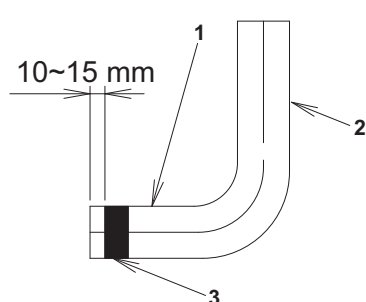

Bild 30
- Använd dräneringsslangen (1), böjen (10) och tätningsmaterialet (stort) (8) som medföljer inomhusenheten som tillbehör.
1. För att förhindra att böjen skadas av metallklämman (2) för uppåtriktad och bakåtriktad rördragning ska du linda vinyltejp runt böjen 2–3 gånger så att tejpens täcker mer än vidden av metallklämman (2) vilket lämnar 10–15 mm från toppen på böjen (10) utan ledning, enligt **bild 30**.